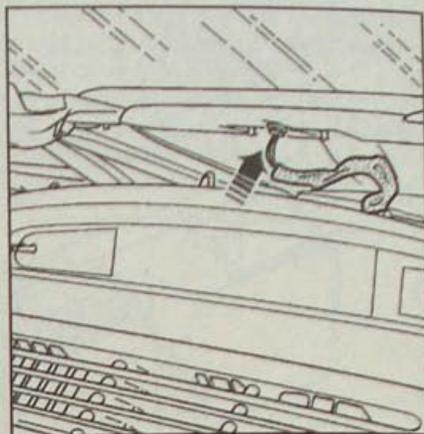

Рис. 14.17. Выталкивание датчика интенсивности солнечного излучения из панели приборов
- Вытолкните датчик наружу (рис. 14.17).